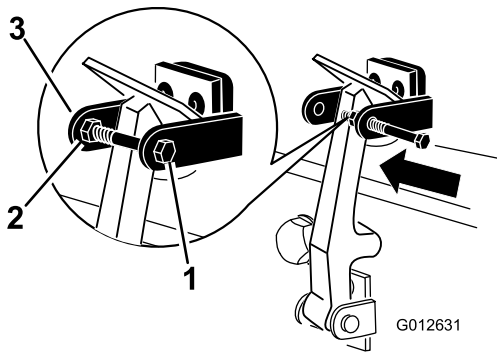

Bild 15
7. Schrauben Sie die Schraube in den anderen Arm der Motorhaubenhalterung, um den Riegel zu arretieren (Bild 15).